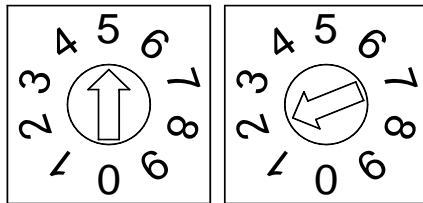

Рисунок 4.1. Пример задания режима регулирования температуры $T=52^{\circ}\text{C}$
4.1.3 Задание температуры (см. рисунок 4.1) производится переключателями (десятки и единицы градусов).